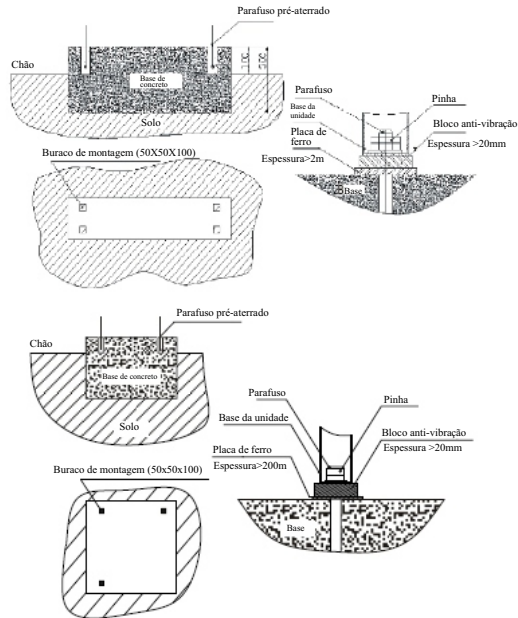

Fig.3
Faça a base de acordo com a posição e dimensão instalada(Fig 3)
- 8) A fim de evitar distorção e até ruptura da unidade, que é causada por descolamento depois de funcionamneto da unidade por tempo longo, você deve tomar mais métodos a fixar a unidade na posição restrita. (Fig3)